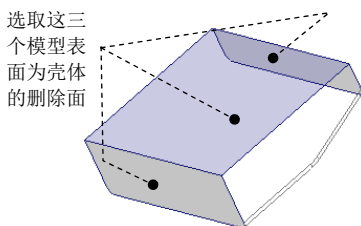
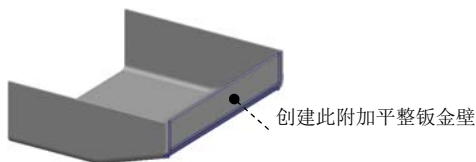
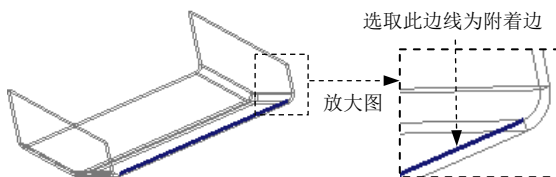

图 11.12.14 选取移除面
图 11.12.15 平整特征 1
图 11.12.16 定义附着边
- (1) 选择 **模型** 功能选项卡 **操作** 节点下的 **转换为钣金件** 命令。
- (2) 在系统弹出的“第一壁”操控板中选择 **□** 命令。
- (3) 在系统 **选择要从零件移除的曲面** 的提示下，按住 Ctrl 键，选取图 11.12.14 所示的三个模型表面为壳体的移除面。
(4) 输入钣金壁厚度值 1，并按 Enter 键。
(5) 单击 **✓** 按钮，完成转换钣金特征的创建。
Step6. 创建图 11.12.15 所示的附加钣金壁平整特征 1。
(1) 单击 **模型** 功能选项卡 **形状** 区域中的“平整”按钮
(2) 在系统 **选择一个边连到壁上** 的提示下，选取图 11.12.16 所示的模型边线为附着边。
(3) 定义钣金壁的形状。
① 在操控板中选择 **用户定义** 选项，在 后的文本框中输入角度值 72.0，确认 按钮被按下，并在其后的文本框中输入折弯半径值 2.0，折弯半径所在侧为 。